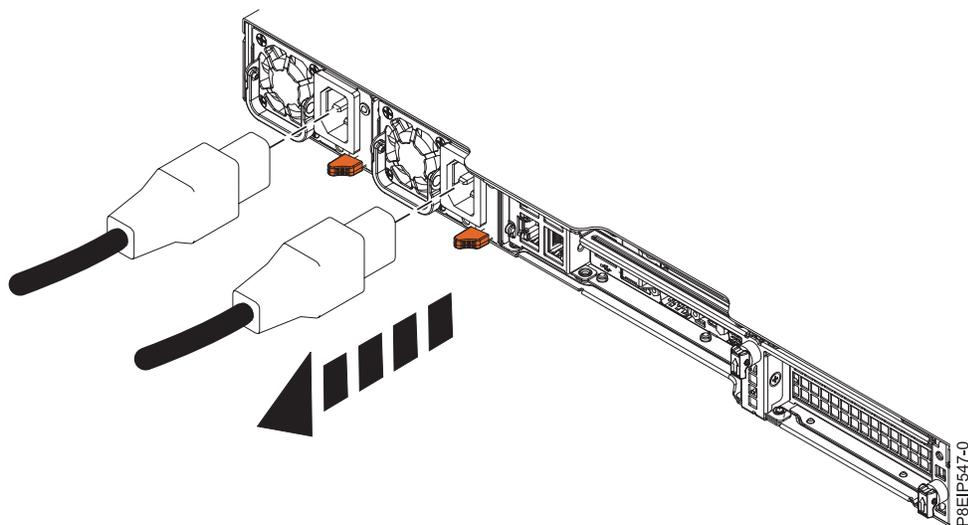

Figura 101. Removendo os cabos de energia do sistema
2. Rotule e desconecte os cabos de energia da unidade de sistema conforme mostrado na Figura 101 na página 97.